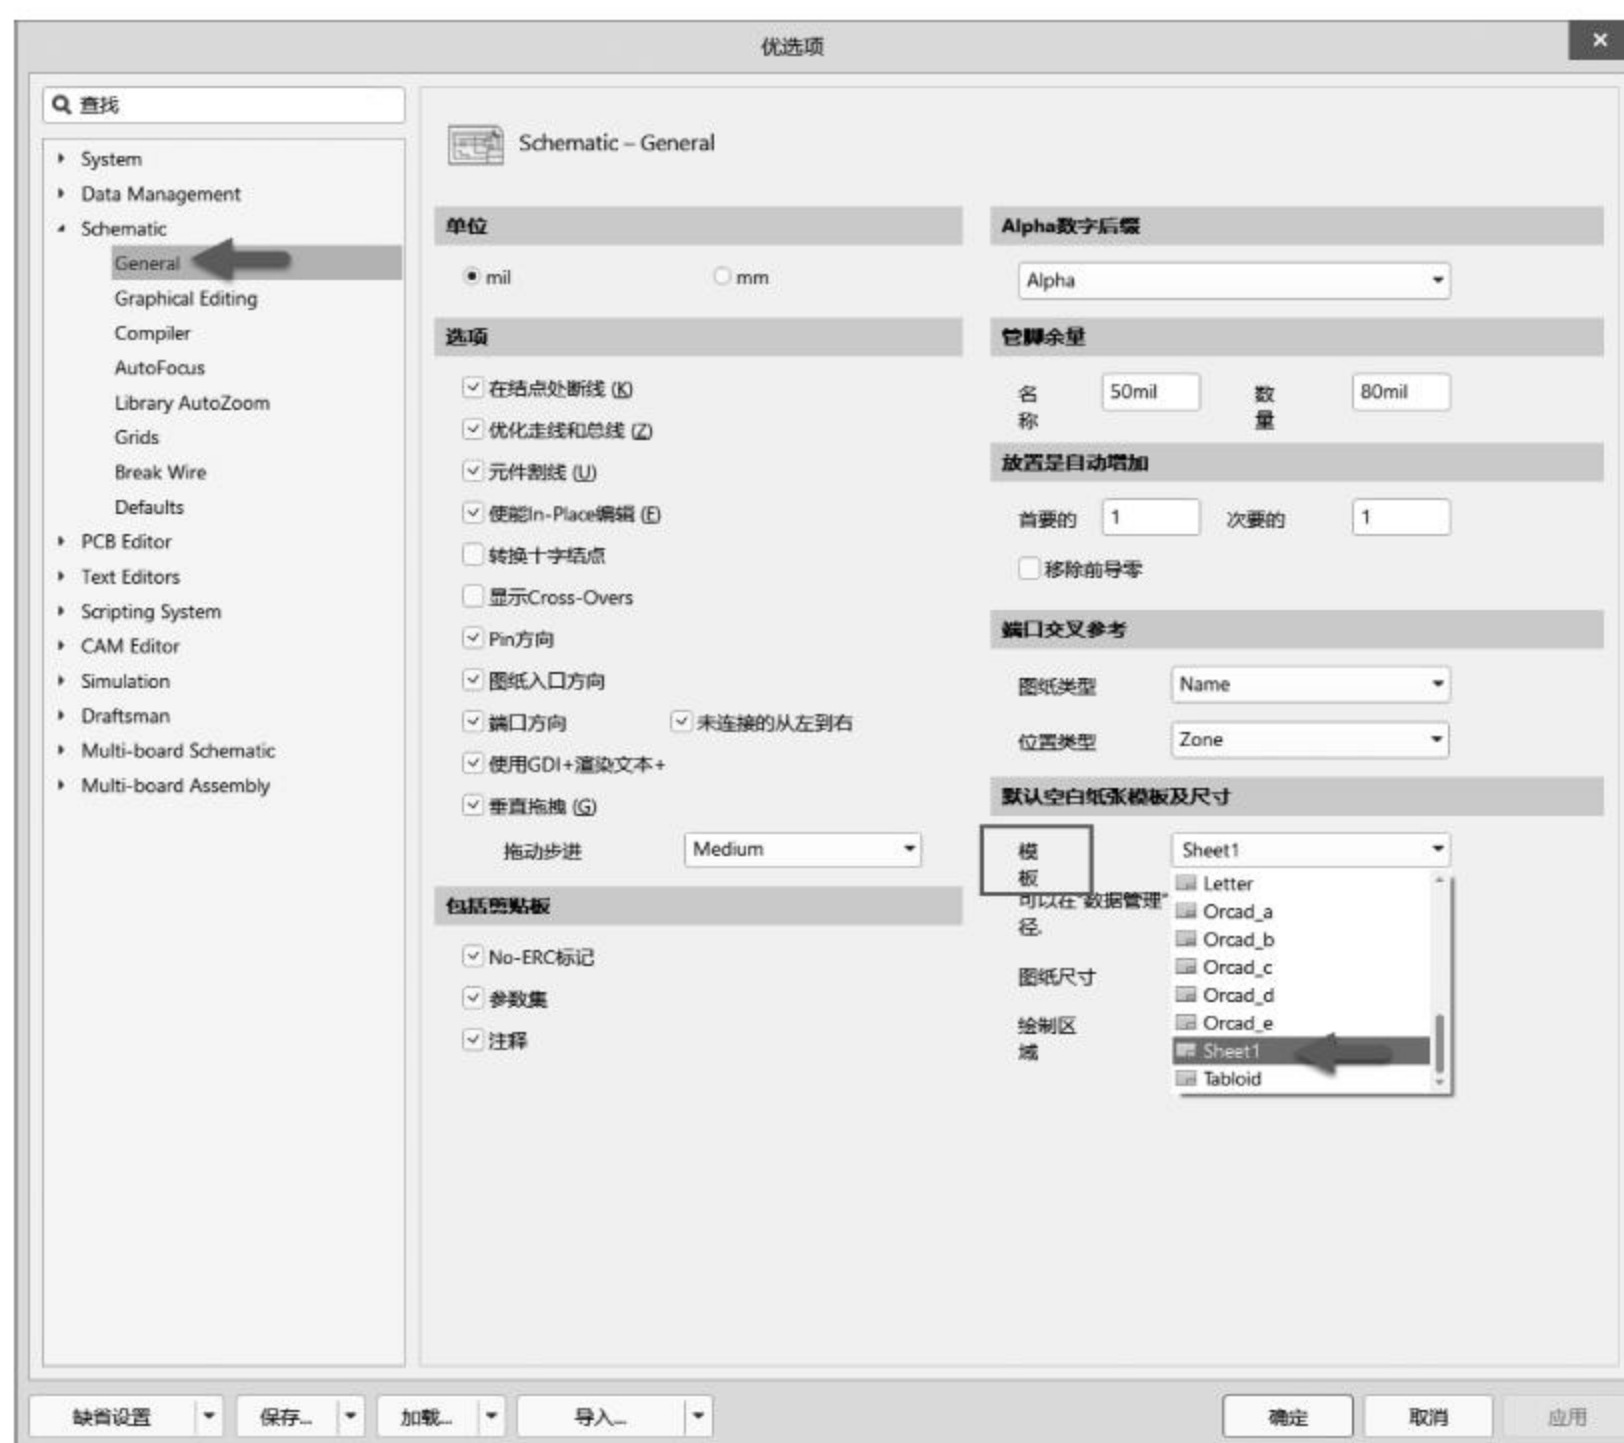

图 4-14 在“模板”下拉列表框中选择之前创建好的模板
(1) 有了前面创建好的原理图模板后,如果想调用此模板,需打开“优选项”对话框,在 Schematic 选项卡下选择 General 子选项卡,在“默认空白纸张模板及尺寸”选项组中打开“模板”下拉列表框,从中选择之前创建好的模板,如图 4-14 所示。这样设置好之后,下次新建原理图文件时软件就会调用用户自己建立的模板了(注意:要先设置好模板再新建原理图,系统才会调用用户自己建立的模板,否则都是软件默认的原理图模板)。